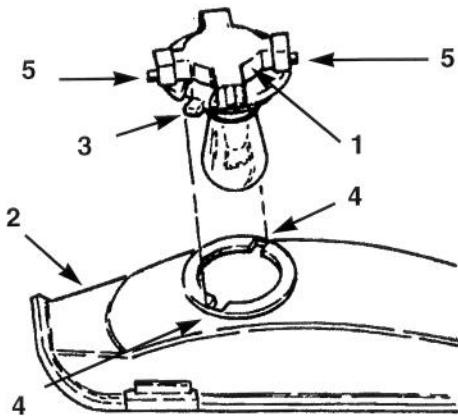

Bild 33
3. Die Birnenfassung um $\frac{1}{4}$ Umdrehung im Gegenuhzeigersinn drehen und aus dem Reflektor entfernen (Bild 33).
2. Die Birnenfassung hat zwei Nasen (Bild 33). Diese mit den Auskerbungen im Reflektor abstimmen, die Birnenfassung in den Reflektor einführen und $\frac{1}{4}$ Umdrehung im Uhrzeigersinn bis zum Anschlag drehen.